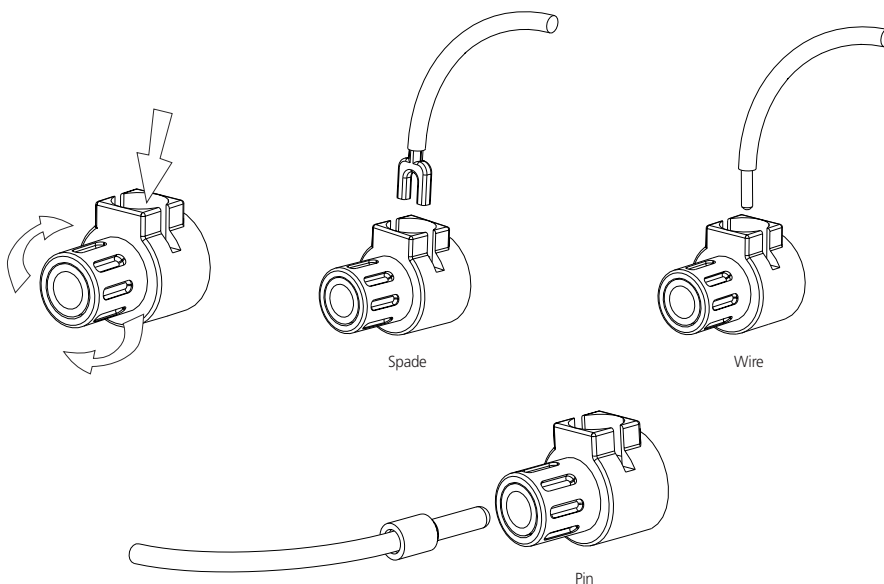

Figura 2
Em seguida, deverá proceder à ligação dos cabos provenientes de um dos seus altifalantes aos terminais marcados com as indicações de "+" e de "-" localizados no painel traseiro do amplificador NAD da série CI. Em cada um dos canais, o terminal vermelho corresponde à saída positiva "+" e o terminal preto corresponde ao terminal negativo "-" ou "de ligação à terra" (queira, por favor, consultar a Figura 2).
- 1 Conectores de pinos: um conector de pinos consiste num veio estreito metálico que é pregado ou soldado na extremidade de um cabo. O veio roscado de cada um dos postos de terminais dispõe de uma abertura onde encaixam conectores de pinos com diâmetros de até 3 mm. Deverá desenroscar a bucha de plástico localizada em cada um dos terminais de modo a expor o orifício existente no veio metálico. Em seguida, deverá inserir o conector de pinos através do orifício e rodar a bucha no sentido dos ponteiros do relógio até que fique bem apertada (queira, por favor, consultar a Figura 2).
- 2 Conectores de pinos quadrados: Deverá desenroscar a bucha de plástico, proceder à introdução do conector de pinos quadrados em forma de U no interior da fenda quadrilátera e proceder ao aperto da bucha nesta última (queira, por favor, consultar a Figura 2).
- 3 Condutores descarnados: deverá proceder à separação dos dois condutores do cabo (caso sejam fornecidos aos pares) e descarnar cerca de 1 cm (1/2 polegada) do revestimento de isolamento de cada condutor. Deverá enroscar conjuntamente os fios expostos existentes no interior de cada condutor. Em seguida deverá desenroscar as buchas de plástico localizada nos terminais "+" e "-", introduzir o cabo descarnado através do orifício localizado no veio metálico e, por último, apertar as buchas de plástico até que fixem firmemente os condutores (queira, por favor, consultar a Figura 2). Certifique-se de que não existe qualquer fio de condutor solto que entre em contacto com o chassis ou com um terminal adjacente. **Volte a apertar as buchas depois de decorrida cerca de uma semana, de modo a certificar-se da eliminação de quaisquer folgas que tenham surgido entretanto.**